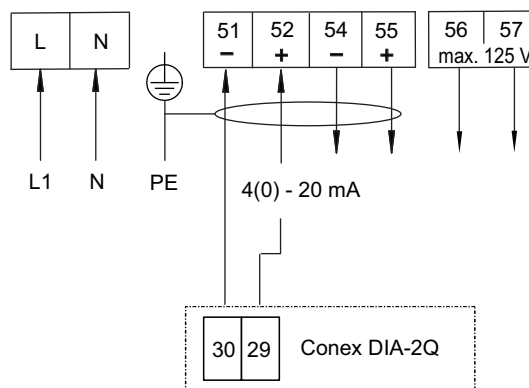

Fig. 18 Diagrama de conexiuni borne Conex® DIA-2Q
- Realizați conexiunile electrice conform schemei de circuite, vezi fig. 18.